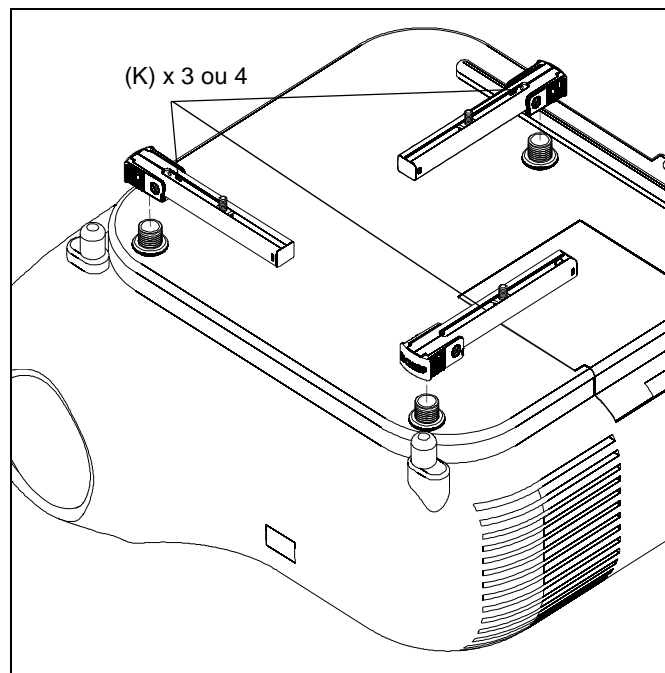

Figure 16
4. Placez les pieds SLMU (K) sur les adaptateurs à vis et les écrous de réglage de la hauteur. (Voir la Figure 16)